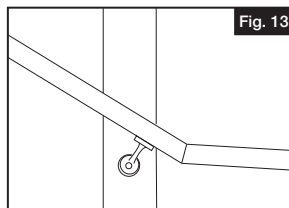

Fig. 13
1. Medir el ángulo de la junta y cortar los largueros en consecuencia. Instalar ambos largueros del pasamanos de manera temporal, y comprobar que los cortes oblicuos coincidan correctamente (Fig. 13).